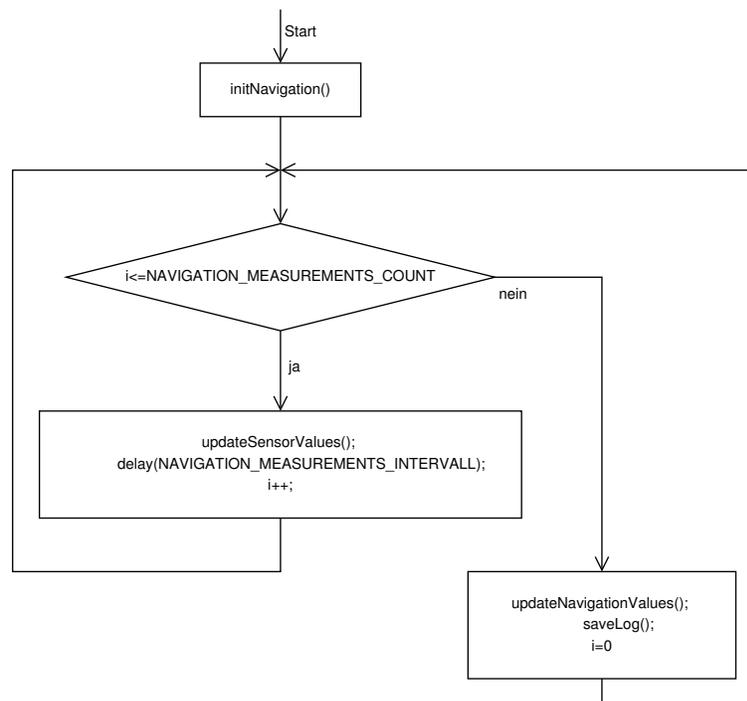

Abbildung 3.23: Ablauf der Navigation
- *void doRun()*: Die Navigation wird hier mit einer For-Schleife abgearbeitet. Die For-Schleife dient dazu *NAVIGATION\_MEASUREMENTS\_COUNT*-mal *updateSensorValues()* aufzurufen. Der zeitliche Abstand beträgt *NAVIGATION\_MEASUREMENTS\_INTERVALL*. Nach der For-Schleife werden die Navigationswerte berechnet (*updateNavigationValues()*) und ins Logbuch eingetragen (*saveLog()*). Abbildung 3.23 zeigt den Ablauf der Navigation.
In der Abbildung 3.23 ist der Ablauf der Navigation aufgezeigt. Hier ist der Quellcode für die Funktion *initNavigation()*: